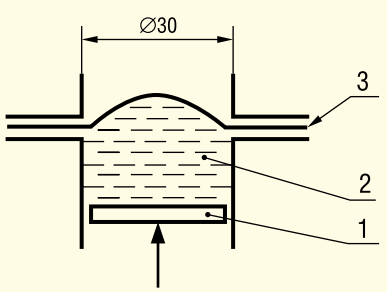

Рис. 4. Принцип випробування на гальванічне видавлювання: 1 – поршень; 2 – вода; 3 – випробуваний зразок
- Ductility test (гідравлічне видавлювання фольги в кулясту форму) зручний для оперативних перевірок у рамках поточного виробництва. Метод не вимагає проведення додаткових фотолітографічних операцій, але дає опосередковані значення пластичності (допустимо не менше ніж 22 (28)%). Цей метод внесено до IPC TM 650 (п. 2.4.2.), (рис. 4).